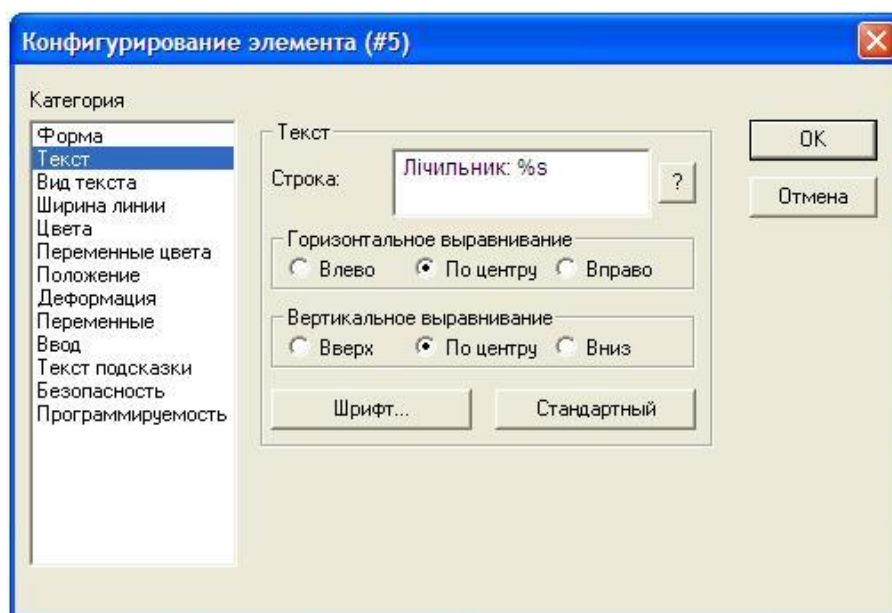

Рисунок 4.33
- Категорія Текст — **Лічильник: %s** (%s означає, що значення змінної **Counter** буде відображатися у вигляді рядка символів) (рис. 4.33);